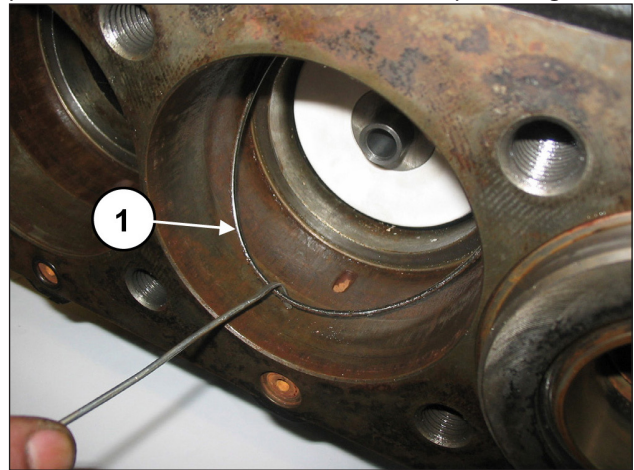

Fig. 115
Remova o anel circular de fundo do suporte do forro, se não permanecer no interior do carter da bomba (pos. ①, Fig. 115).